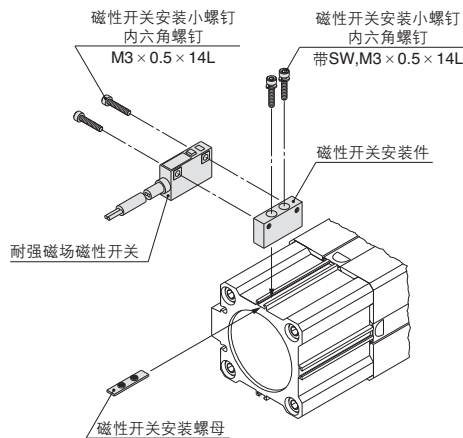
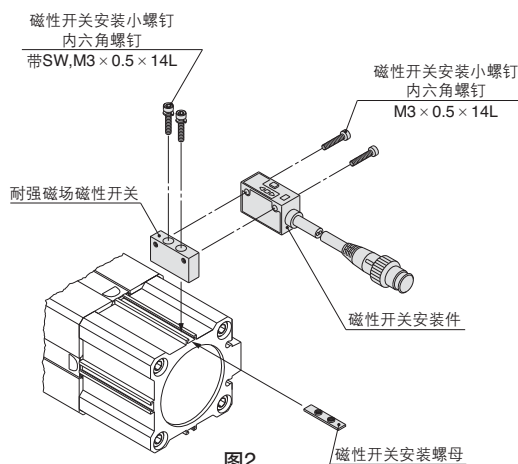

图1
图2
- ① 在磁性开关安装件上，让磁性开关安装螺母从上面的通孔部，用磁性开关安装件安装小螺钉不会脱落那样的安装。
- ② 把磁性开关安装螺母和磁性开关安装件的组件安装在导槽部上(螺母通过导槽部。)，大体设置在磁性开关安装位置。
- ③ 在磁性开关本体的通孔部上，让磁性开关安装小螺钉通过，把磁性开关预固定在磁性开关安装件上。
- ④ 确认检出位置后，拧入磁性开关安装件安装小螺钉及磁性开关安装小螺钉，固定磁性开关。(紧固力矩约为 $0.5\sim 0.7\text{N}\cdot\text{m}$ ，参见图1及图2)。
※仅D-P79WSE安装在磁性开关安装件时，有安装方向性。必须软质树脂模压面与磁性开关安装件连接进行装着。(参见图2)